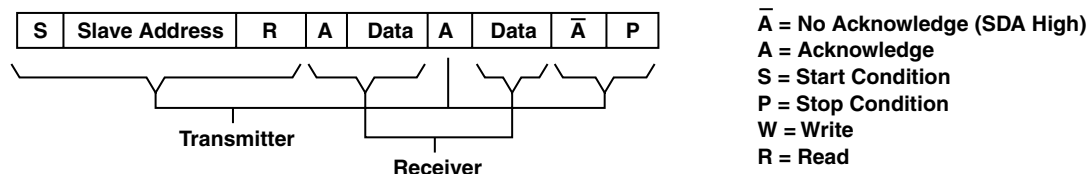
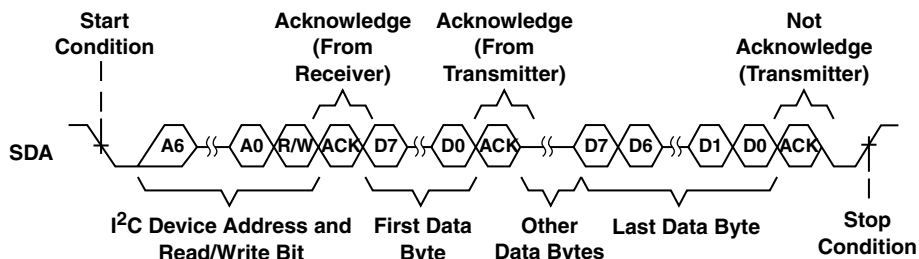

図 22. I²Cリードサイクル
図 23. 複数バイトのリード転送
(Abar) 条件がマスターによって生成されます。このノット・アクノリッジは、ストップ条件 (P) になる直前に SDA 信号をハイにして生成します。このシーケンスは、図22および図23に示すようにリードサイクルを終了します。THS7303は複数のリード転送の発生を禁止していることに注意願います。より詳細は『例—THS7303からのリード』の節をご覧ください。